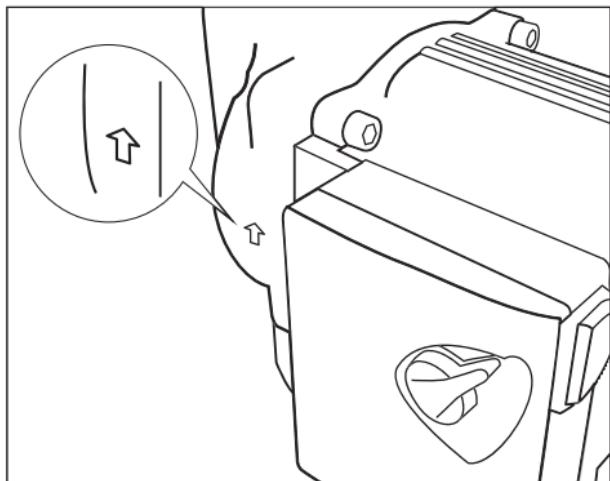

Рис. 3
- Стрелка на корпусе насоса показывает направление потока (рис.3).